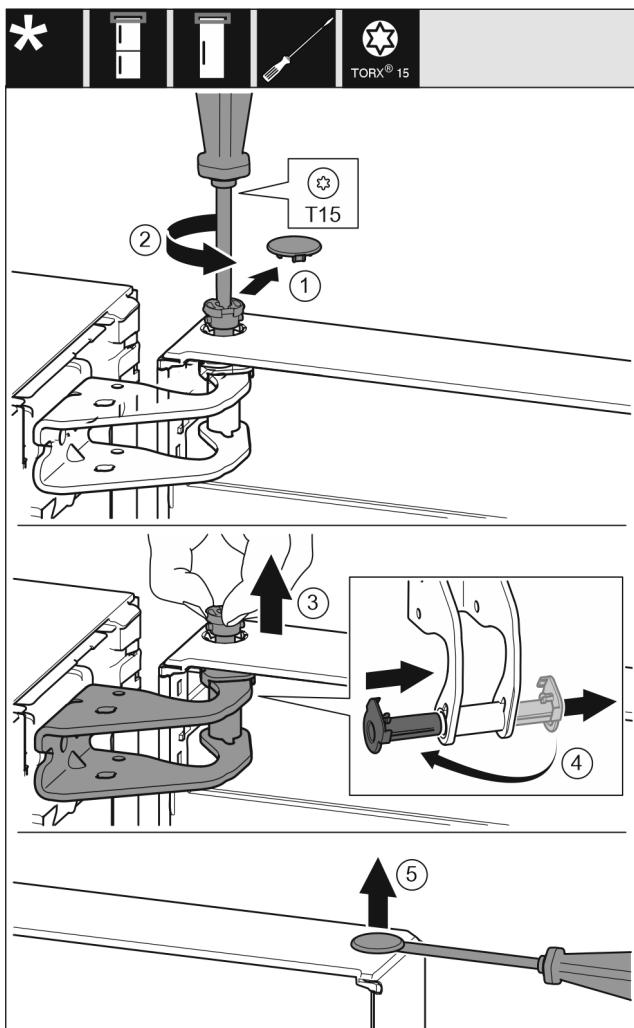

Fig. 9
- Обережно зніміть запобіжну кришку. Fig. 9 (1)
- Трохи викрутіть гвинт за допомогою викрутки T15. Fig. 9 (2)
- Притримуйте дверцята і витягніть палець руками. Fig. 9 (3)
- Витягніть із напрямної опорну втулку. Встановіть і зафіксуйте з іншого боку. Fig. 9 (4)
- За допомогою шліцевої викрутки обережно підійміть пробку із опорного втулка дверцят та витягніть її. Fig. 9 (5)